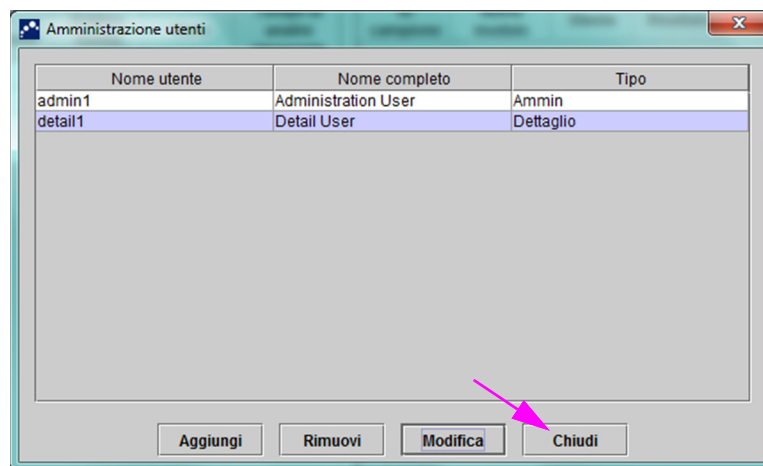

Figura 2-76. Finestra di dialogo Amministrazione utenti dopo la rimozione di utenti
4. Per rimuovere altri utenti, ripetere il Passaggio 2 e il Passaggio 3. Quando si sono rimossi tutti gli utenti che si desiderava rimuovere, fare clic su **Chiudi** (vedere la Figura 2-76).